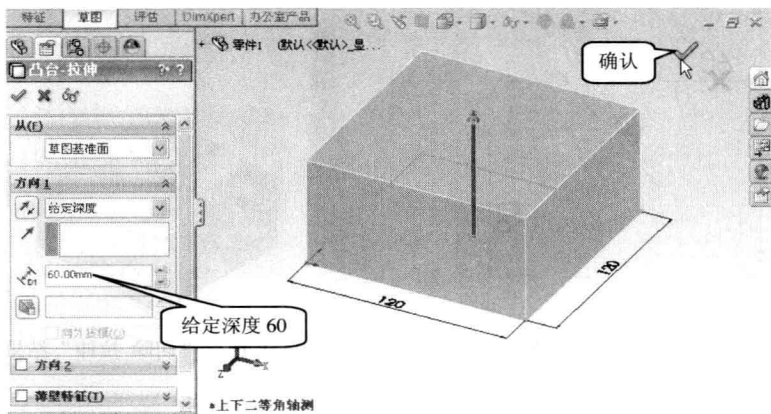

图 1-11 设置“拉伸”属性
(6) 单击“视图(前导)”工具栏上的“整屏显示全图”按钮, 调整视图显示。
(7) 单击确认角的“结束并接受草图绘制”按钮, 退出绘制草图状态。系统自动进入拉伸属性设置状态, 如图 1-11 所示。